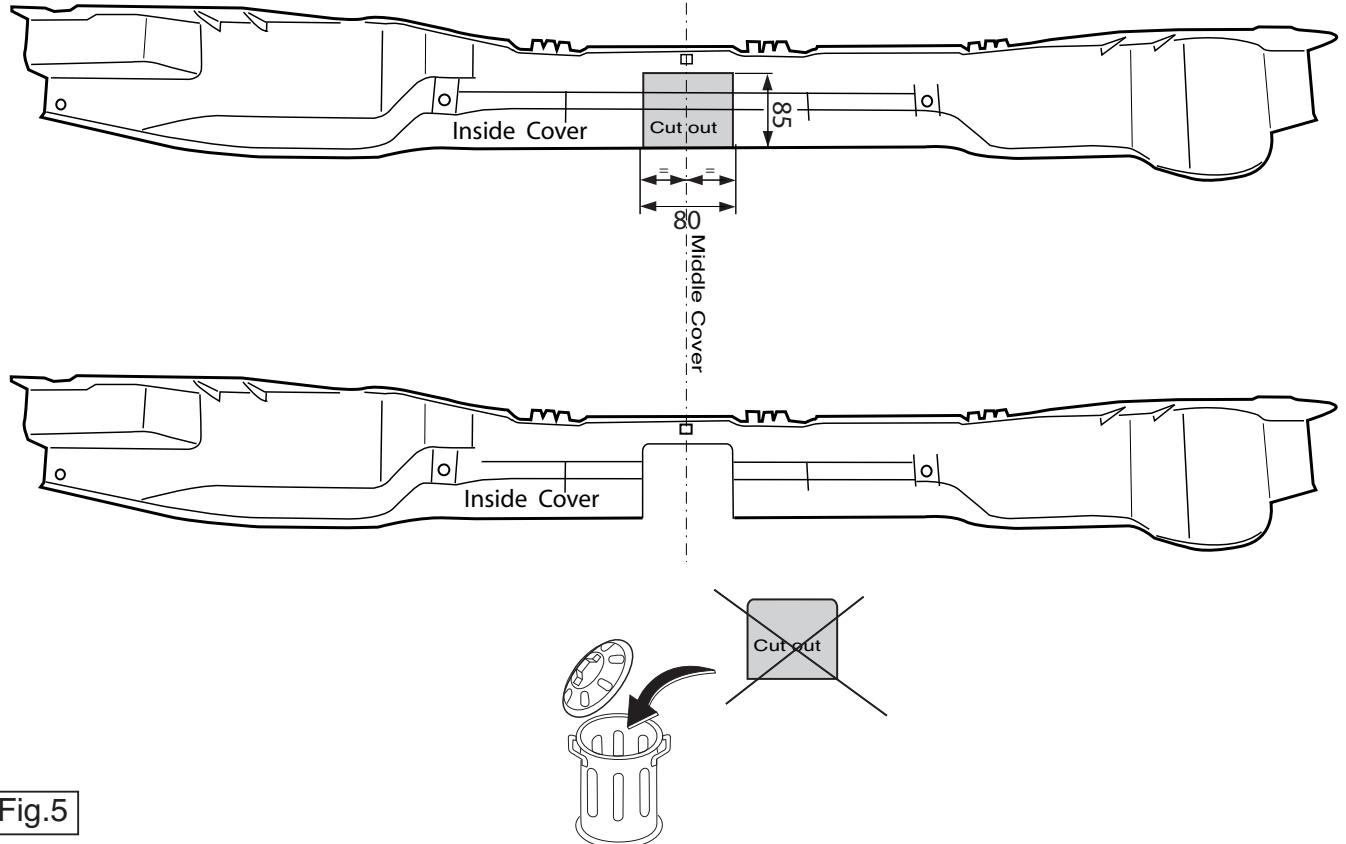

Fig.5
- Выпилить часть из закрывающей пластины, как указано на рис. 5.